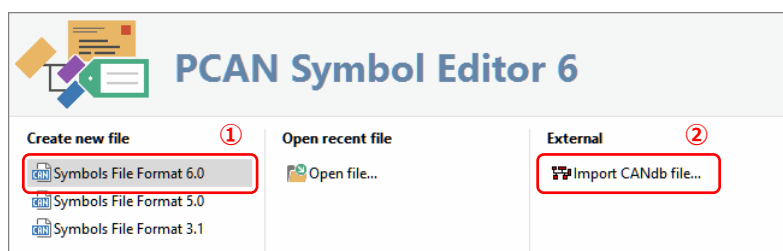

図 B1-2
Create new File から、Symbol File Format 6.0 をクリックします (図 B1-2 ① 参照)。
オプションの CANdb Import Add-in を購入している場合は、External から、Import CANdb file...を選択して DBC ファイルをインポートして修正・追加を行うことができます (図 B1-2 ② 参照)。